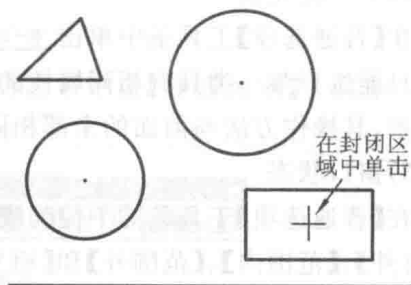

图 1.19 范围选择方式
(5)  **范围** 方式主要是应用于封闭图形的选择,只需在封闭图形的内部单击一下鼠标,就可以将整个封闭图形选中,例如在图 1.19 中,如果要选择整个矩形,只需要在矩形的内部单击鼠标左键即可。